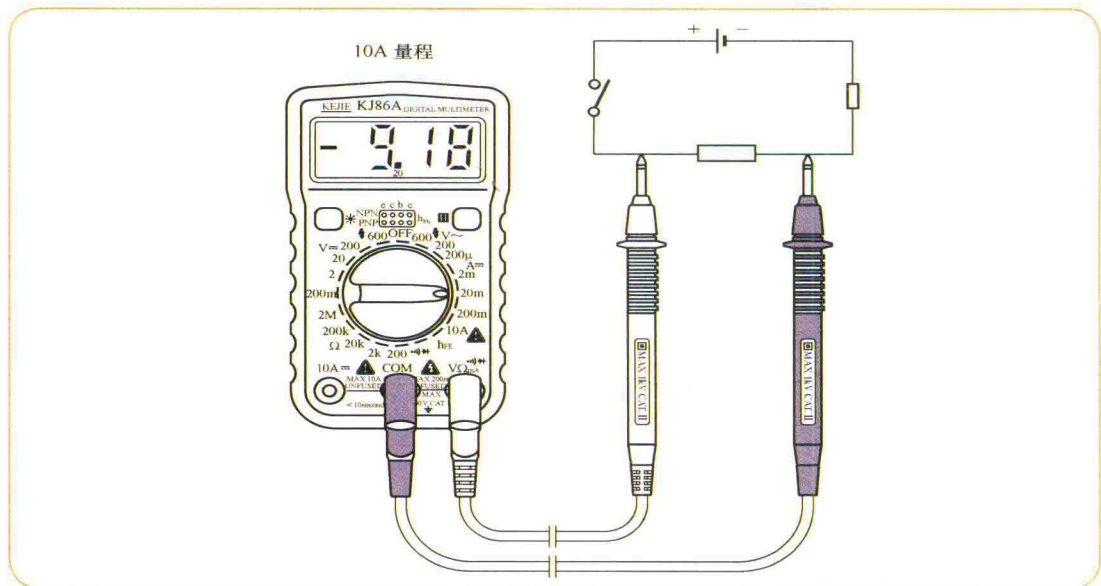

图1-14 KJ86A万用表测量电阻器的示意图
(4) 测量电阻器阻值。将黑表笔插入“COM”插孔中，红表笔插入“VΩmA”插孔中，功能开关置于“Ω”量程范围内，把两个表笔跨接在电阻器的两端即读数。电路上的电阻器应焊开一端再测。测量电阻器的情况如图1-14所示。